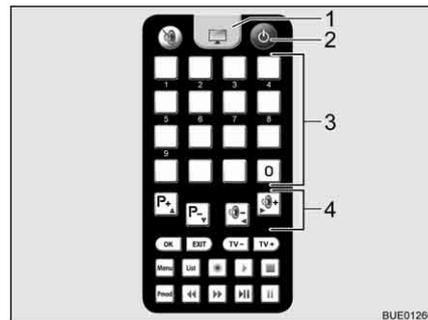

Fig. 25 Mando a distancia del televisor
- Pulsar la tecla "⏻" (Fig. 25,2) del mando a distancia para el televisor. La instalación conmuta al modo de búsqueda. Suena un pitido permanente.
- Para cambiar a la recepción de televisión, pulsar la tecla de televisión (Fig. 25,1) del mando a distancia para el televisor. El pitido cesa. Aparece una imagen en la pantalla.
- Seleccionar la emisora deseada con las teclas de memoria (Fig. 25,3) del mando a distancia para el televisor o con las teclas de función (Fig. 25,4).